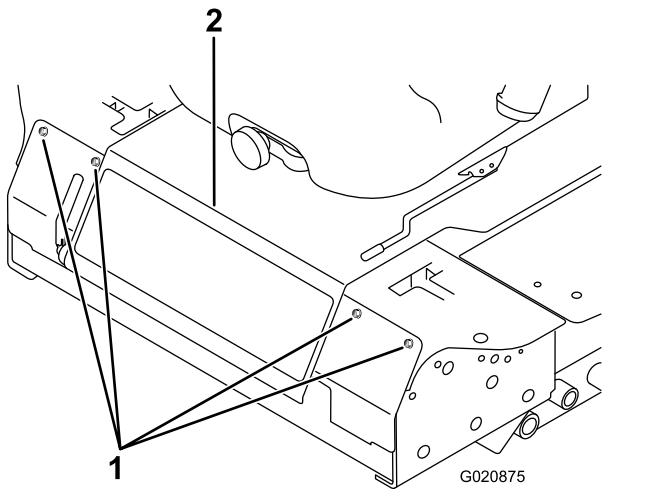

Figure 88
3. Retirez les boulons de fixation du panneau avant et déposez le panneau (Figure 88).